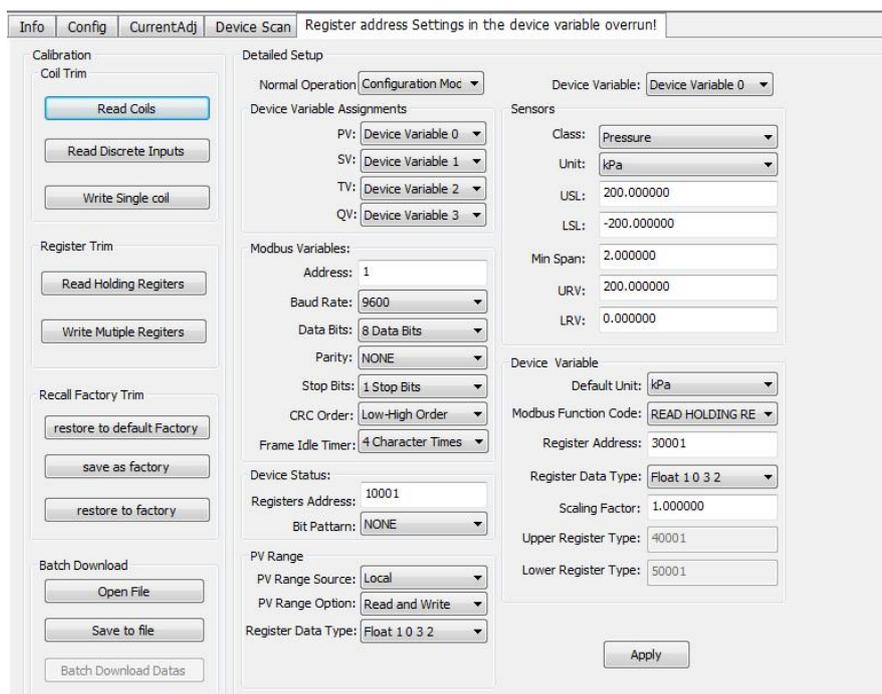

Рисунок 5.24 Конфигурация шлюза
- (1) левой кнопкой мыши на онлайн-устройстве в представлении сети, и правая вкладка отобразит вкладки, связанные с устройством.
- (2) Нажмите «gateway configuration» на правой вкладке. Первый щелчок для запуска этой страницы требует чтения информации об устройстве. Время чтения около 1 минуты. После успешного получения информации отобразится функция настройки шлюза, как показано на рис. 5.24 .